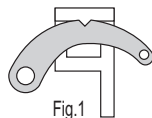

Fig.1
1. Respecter toutes les précautions de sécurité. Placer la base du cric en dessous de la charge. Mettre le crochet à inversion (20) en position haute (« UP ») et contrôler qu'il est bloqué en place, l'échancrure du crochet étant correctement engagée dans la fente présente sur le bouton d'inversion (18) - voir figure : 1. Faire monter le nez jusqu'à ce qu'il vienne en contact avec la charge au niveau du point de levage désiré. À ce stade, contrôler qu'il n'y a rien qui puisse faire obstacle à un levage correct.
2. Tirer fermement et régulièrement sur la poignée vers le bas et contrôler la montée de la charge. Lorsque la poignée arrive en position basse, le goupille de levage (15) se met en place avec un « clic » dans un trou dans la barre d'acier (3). À ce stade, relâcher la poignée pour laisser la goupille (15) prendre la charge. Remonter la poignée en haut de course pour prendre un nouveau point d'appui et pomper une nouvelle fois.
1. Respect all the safety precautions. Place the base of the jack under the load. Put the reversal hook (20) in upper position ("UP") and check that it is locked in place, the hook's split being correctly inserted in the groove on the reversal button (18) - see figure: 1. Lift the nose until it comes in contact with the load up to the desired lifting point. At this stage, check that nothing obstructs correct lifting.
2. Firmly and regularly pull the handle downwards and check the lifting of the load. When the handle comes in the lower position, the locking pin (15) sets in place with a "click" in a hole in the steel bar (3). At this stage, release the handle and let the locking pin (15) take the load. Lift the handle all the way up to find a new support point and pump once again.